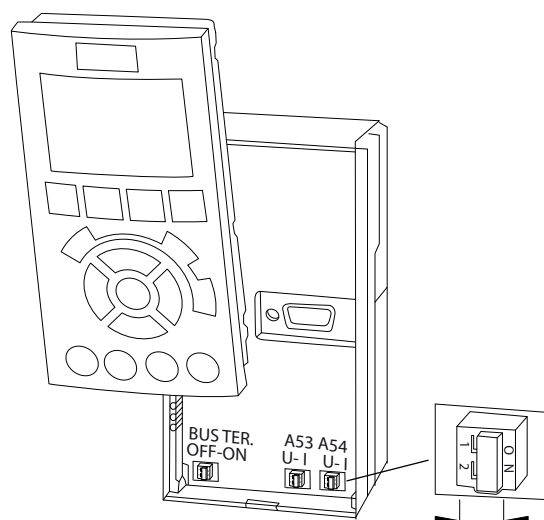

图 5.22 端子 53 和 54 的开关位置
- 控制卡上提供了一个用于总线端接阻抗的开关（BUS TER.）。请参阅图 5.22。